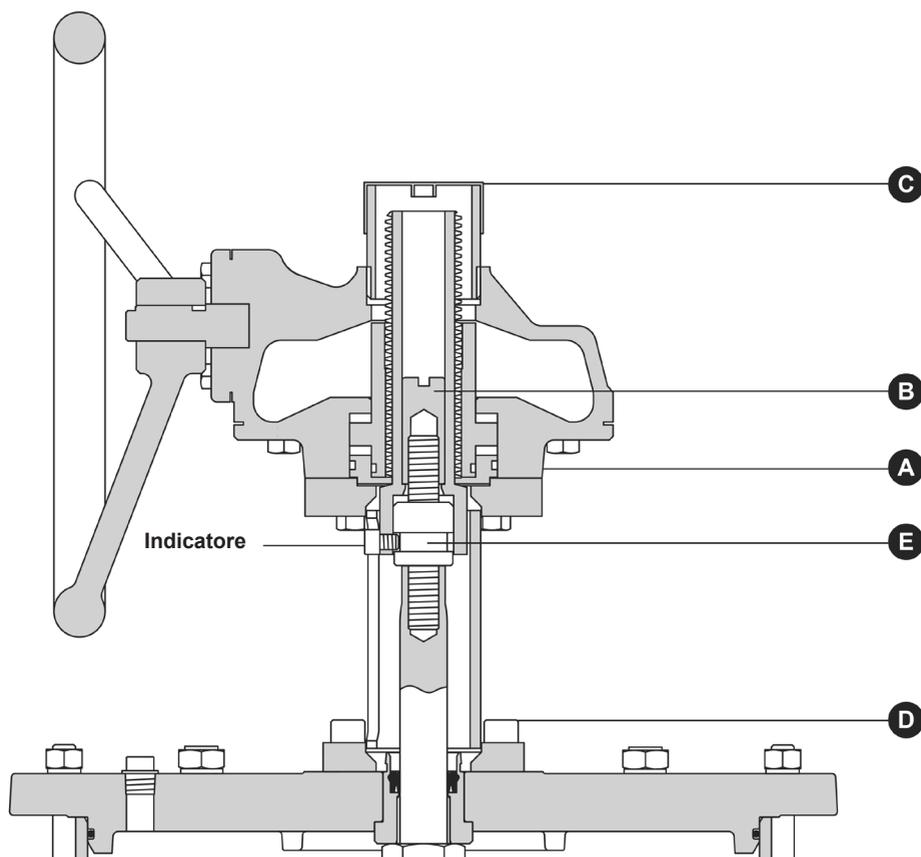

Fig. 11 - TN2000RH
- Rimuovere la calotta (21) dall'attuatore, facendo riferimento alla Fig. 11.